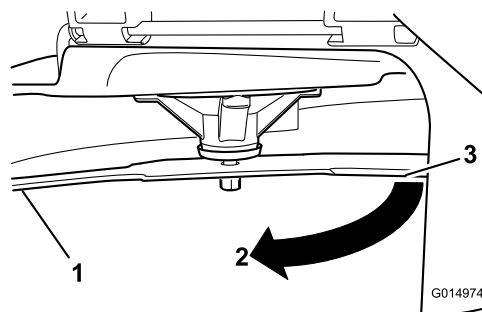

Figura 97
3. Distancia medida entre la cuchilla y la superficie (A)
4. Gire la misma cuchilla 180 grados de manera que el otro extremo esté en la misma posición (**Figura 97**).